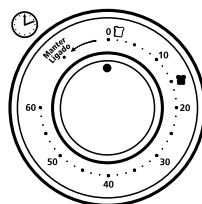

Figure 3
4. **Bouton de Minuterie:** Permet de régler le temps de cuisson jusqu'à 60 minutes. Une fois le temps de cuisson écoulé, la minuterie met le four automatiquement HORS tension. (Voir Figure 3)